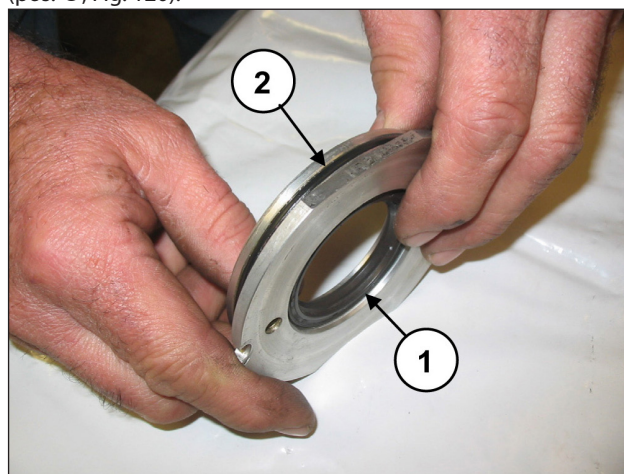

Fig. 120
Sustituir el retén (pos. ①, Fig. 120) y la junta tórica externa (pos. ②, Fig. 120).